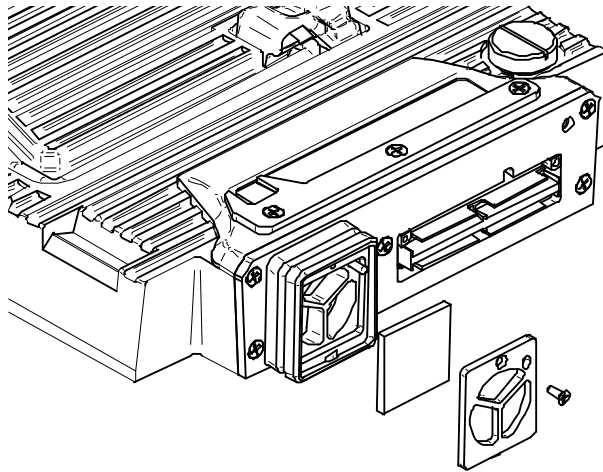

図 B-3 OMNI-M-PA32mm モデルにおけるファンのカバーとフィルター
1. ファンのカバーの固定ネジを取り外します（141 ページの図 B-3）。